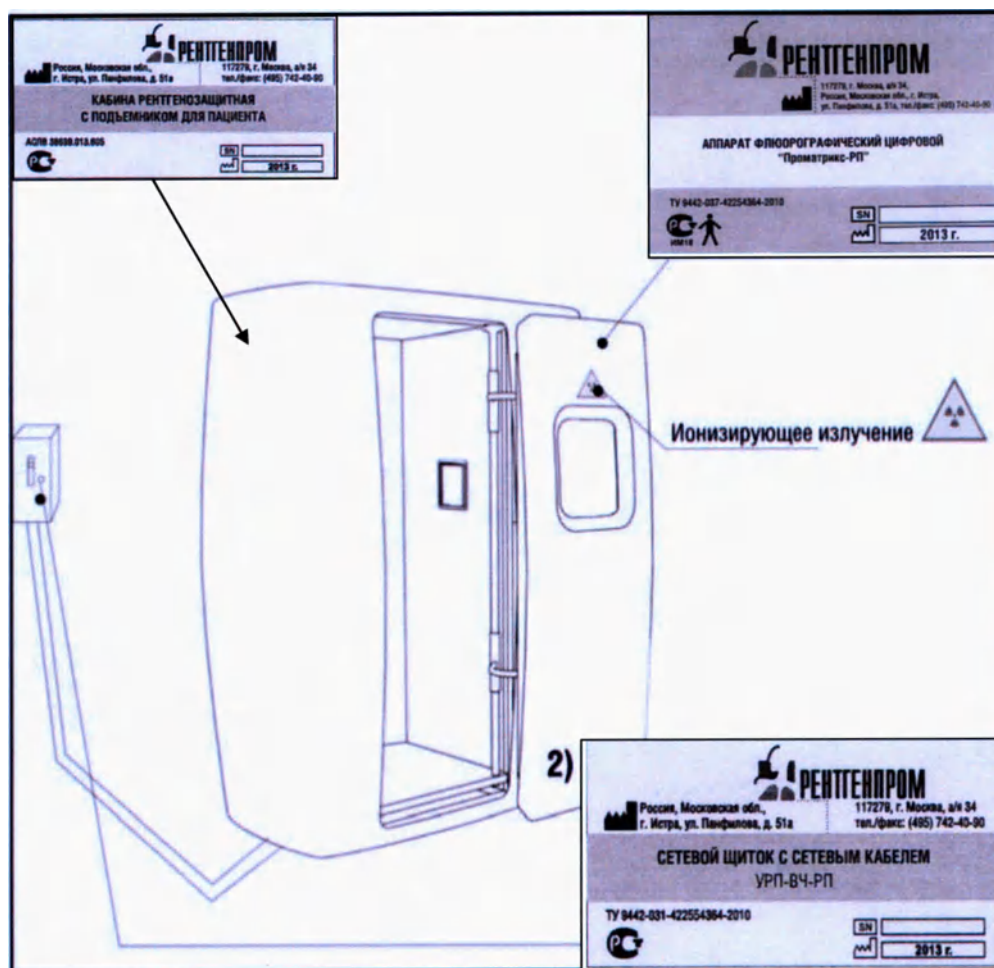

Рисунок 1 - ПроМатрикс-РП исп.1 в пластиковой кабине
3.5 Идентификация аппарата и его частей, а также информация об их изготовителях осуществляется с помощью маркировочных табличек, содержание и расположение которых показано на рис. 1–4.